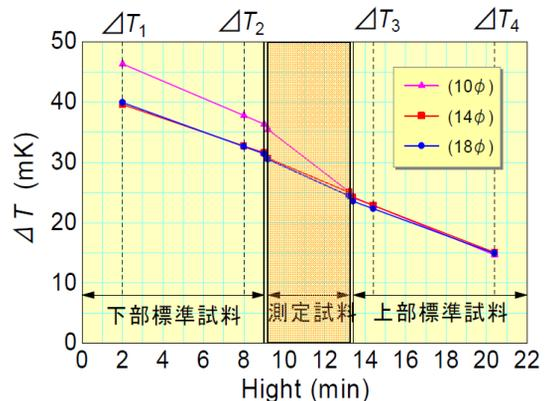

図2 温度傾斜法による銅測定試料の温度分布
- 温度傾斜法は、熱伝導率既知の基準試料と未知の測定試料について、内部の温度勾配を比較して値を決定する相対測定法である。薄い板状試料にも対応しやすい。銅を測定した温度分布の結果を図2に示す。